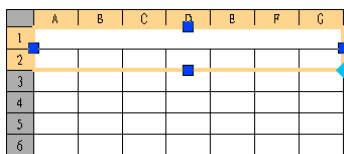

图 7.3.5 选取表格最上面的两行
(1) 选取行。在标题行的表格区域中单击，选中标题行，同时系统弹出“表格单元”选项卡，按住 Shift 键选取第二行，此时最上面两行显示夹点（图 7.3.5）。
(2) 删除行。在选中的区域内右击，在系统弹出的快捷菜单中选择 **行** → **删除** 命令（或单击“表格”选项卡中“行数”面板上的  按钮）。